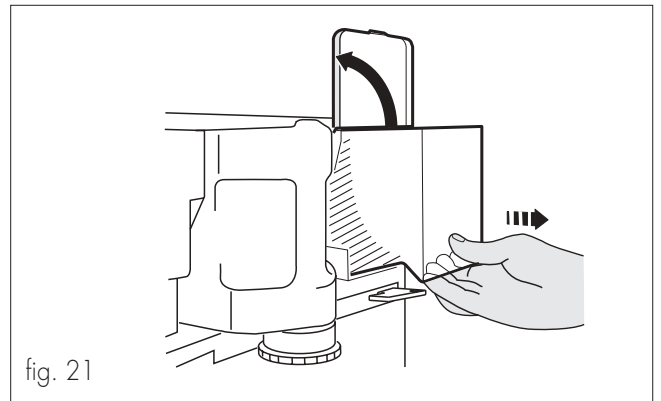

fig. 21
- Tirar hacia el exterior el contenedor de café, elevar al tapa y llenar el contenedor de café en grano (fig. 21).